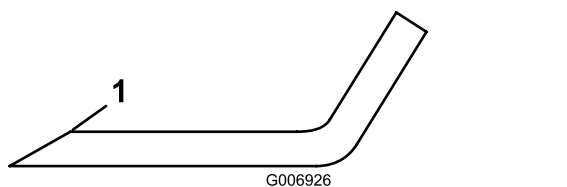

Figura 76
4. Inspeccione los filos de corte de todas las cuchillas. Afile los bordes de corte si están romos o tienen mellas; afile únicamente la parte superior del filo y mantenga el ángulo de corte original para asegurar un afilado correcto (Figura 76).